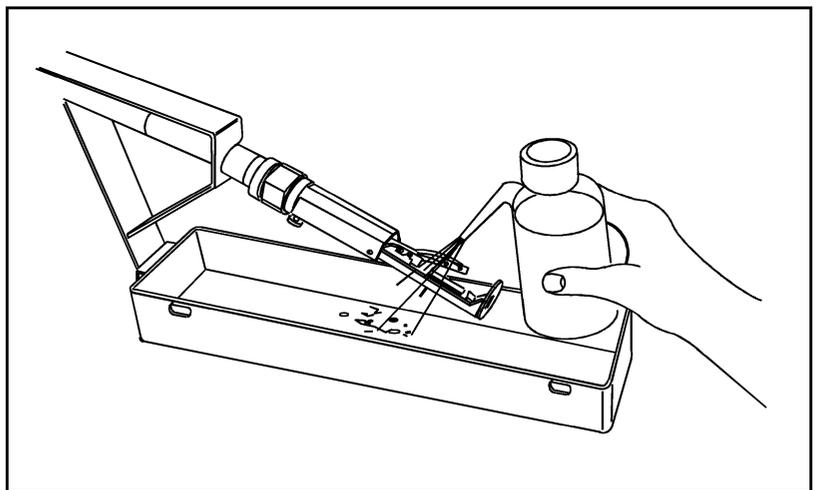

Abbildung 6-8. Reinigung des Schreibkopfs
7. Achten Sie darauf, dass der Schreibkopf nach unten auf die geerdete Reinigungswanne zeigt. Spülen Sie Schmutzpartikel mit der empfohlenen Reinigungslösung oder dem empfohlenen VIDEOJET Makeup weg. (Siehe Abbildung 6-8. Reinigung des Schreibkopfs).